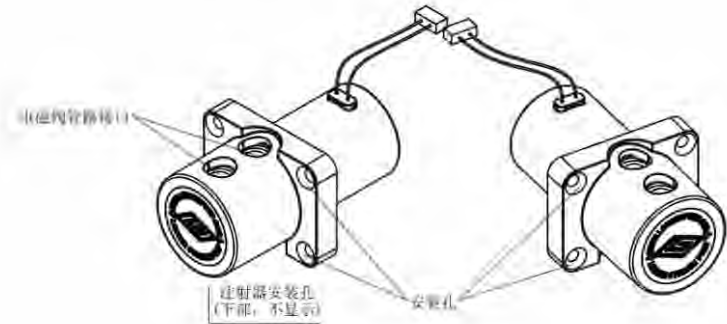

图5-2. 更换MSP1-E1阀
- 5 阀状态: 管口在上, 注射器接口在下, 如图5-2。